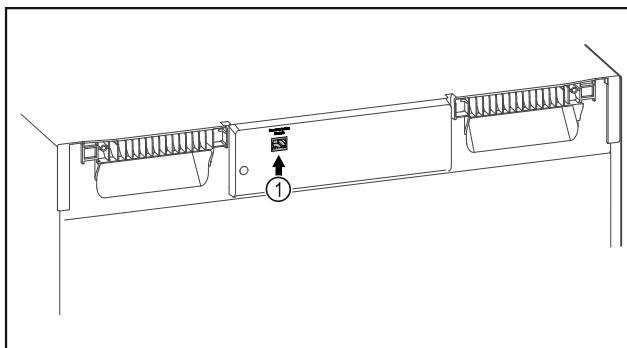

Fig. 103
SmartModule Fig. 103 (1) ist eingesetzt.